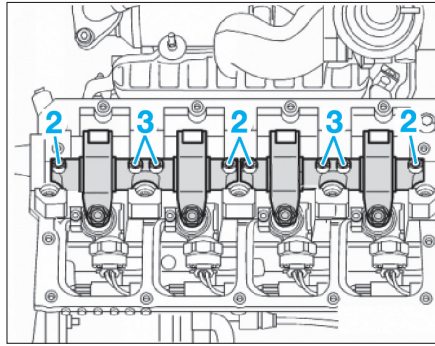

Fig. 63
- Déposer les deux rampes de culbuteurs en commençant par desserrer leurs vis de fixation extérieures (2) puis intérieures (3) sur chacune d'elle (Fig.63).
- Des rampes de culbuteurs avec des vis neuves, en serrant en un premier temps les vis intérieures (2), puis dans un second temps les vis extérieures (3) (Fig.63).